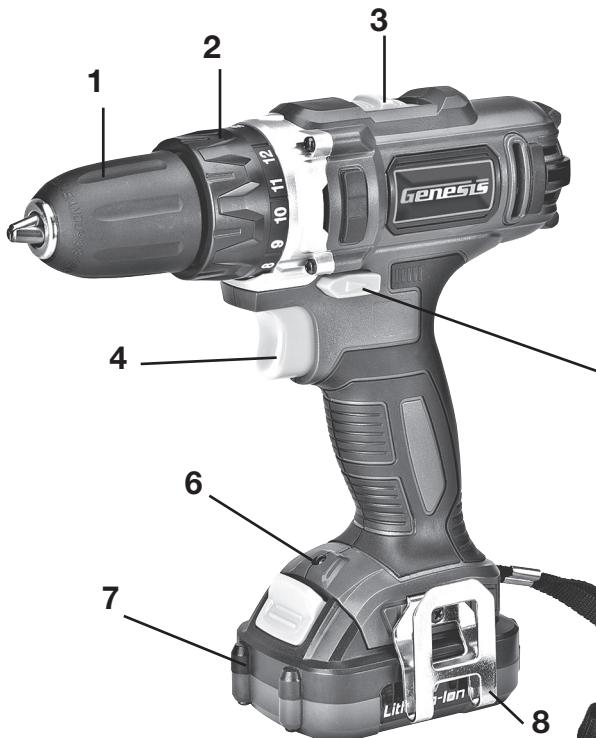

FIG 1
- Ecienda el taladro presionando el gatillo-interruptor (4-FIG 1).
La herramienta tiene una luz LED (6-FIG 1) para iluminar el área de trabajo, que se enciende automáticamente cuando arranca la herramienta.